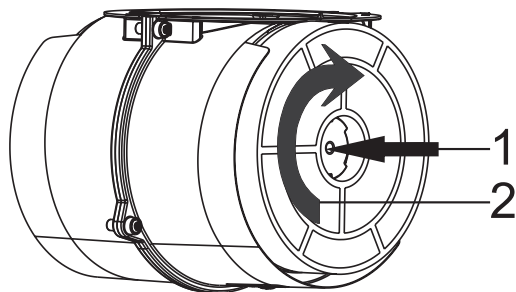

Fig. 4: *FILTRO DE CARBONO*
1. Coloque o filtro de carbono no aparelho. Fig. 4
2. Rodando o filtro de carbono no sentido dos ponteiros do relógio, certifique-se de que está completamente encaixado. Fig.4
3. Coloque o filtro de carbono em seu aparelho. Fig. 4
4. Girando o filtro de carbono no sentido horário, assegure-se de que esteja completamente em forma. Fig. 4